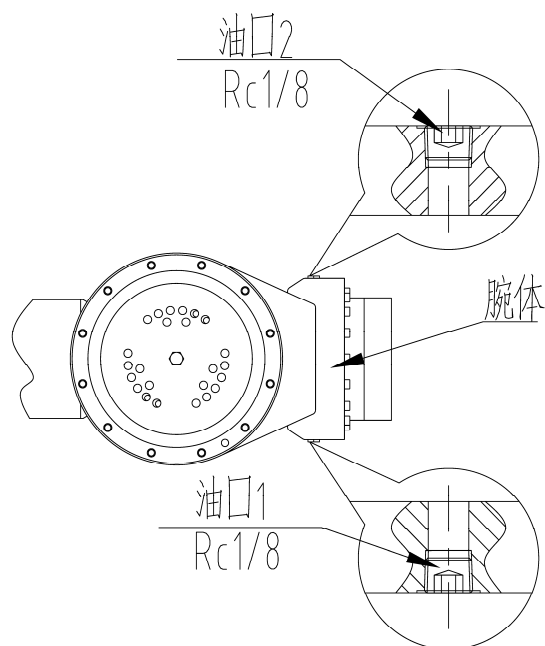

图 20 J6 轴油口位置
(1) 油脂补充步骤（参考图 20）
- ① 旋转 J6 轴，手腕上的两个油口在同一竖直平面上，如图 20 所示；